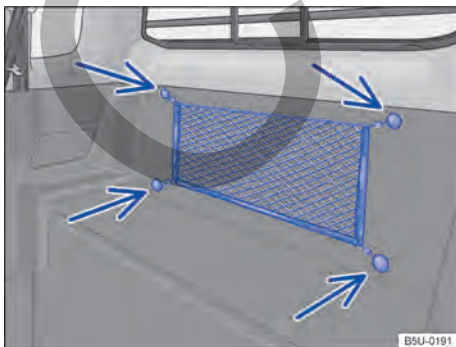

Fig. 132 En el compartimento interno de equipaje: red para cargas livianas.
- Sujetar los ojalos de la red en los fijadores → fig. 132 (flechas) existentes en el maletero.